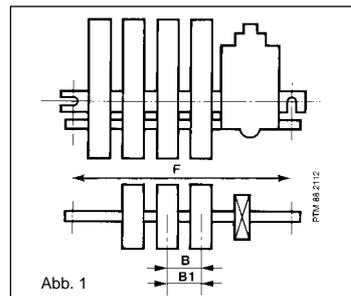

Abb. 1
(1) 3-polige Überlastrelais in Verbindung mit 4-poligen Schützen: die 3 magnetischen Schutzblöcke sind mit den drei Polen rechts am Schütz verbunden. Als Nullleiter-Kontakt des Schützes sollte der linke Schützkontakt verwendet werden (Abb. 1).
(2) Die Größe des Nullleiter-Kontakts des Relais Typ RKR 9.. ist gleich dem der nächst kleineren Relais-Bemessungsbetriebsstromstärke. Der Nullleiter-Kontakt ist links montiert.
(1) 3-polige Überlastrelais in Verbindung mit 4-poligen Schützen: die 3 magnetischen Schutzblöcke sind mit den drei Kontakten rechts am Schütz verbunden. Als Nullleiter-Kontakt des Schützes sollte der linke Schützkontakt verwendet werden (Abb. 1, Seite 4/6).
(2) Die Größe des Nullleiter-Kontakts des Relais Typ RKR 9.. ist gleich dem der nächstkleineren Relais-Bemessungsbetriebsstromstärke von 1 bis 1000 A.